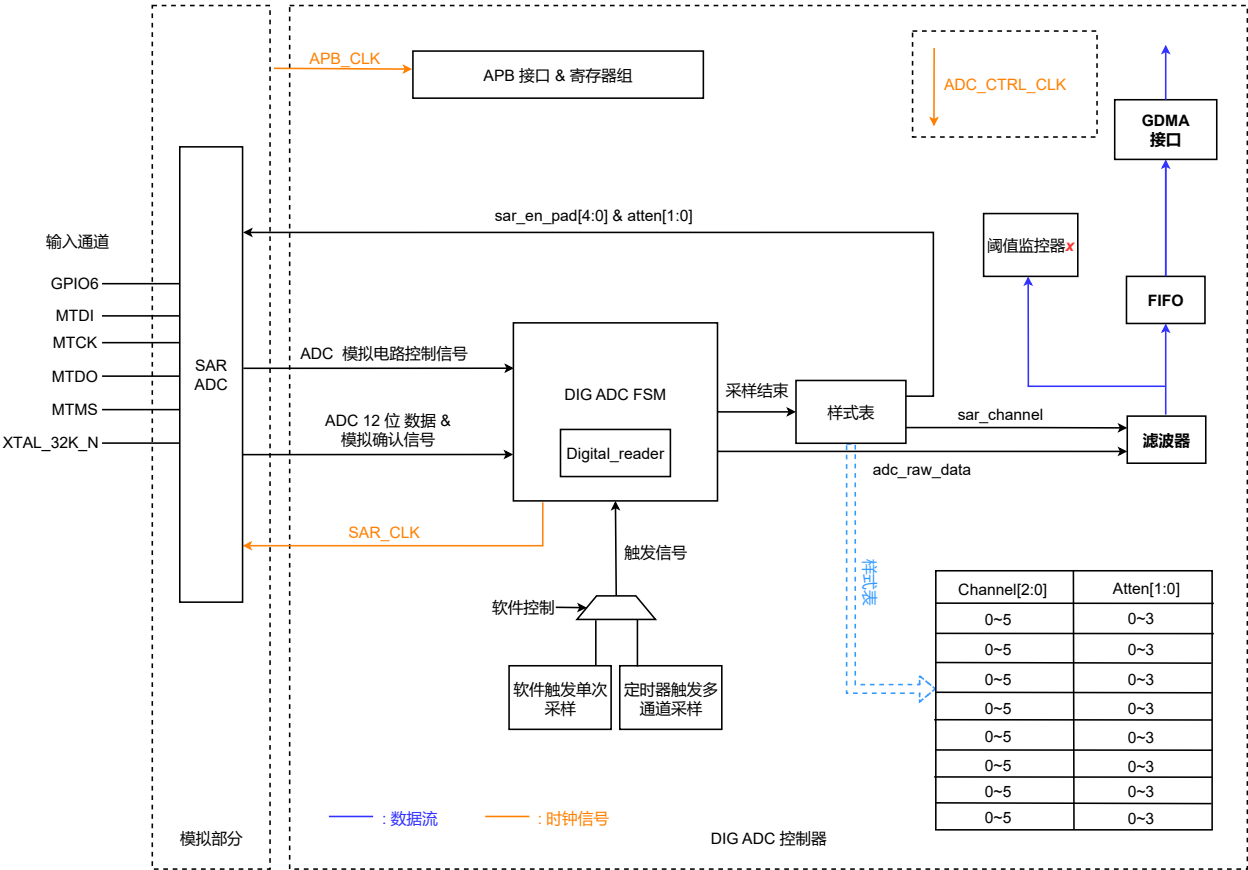

图 36.4-1. SAR ADC 结构图
SAR ADC 的主要子模块与连接情况见图 36.4-1。
根据图 36.4-1，按照从左至右、从上到下的顺序，SAR ADC 模块主要包括以下功能模块：
- 将数据传输给滤波器，然后阈值监控器通过 GDMA 将数据传输给内存（见图 36.4-1）；